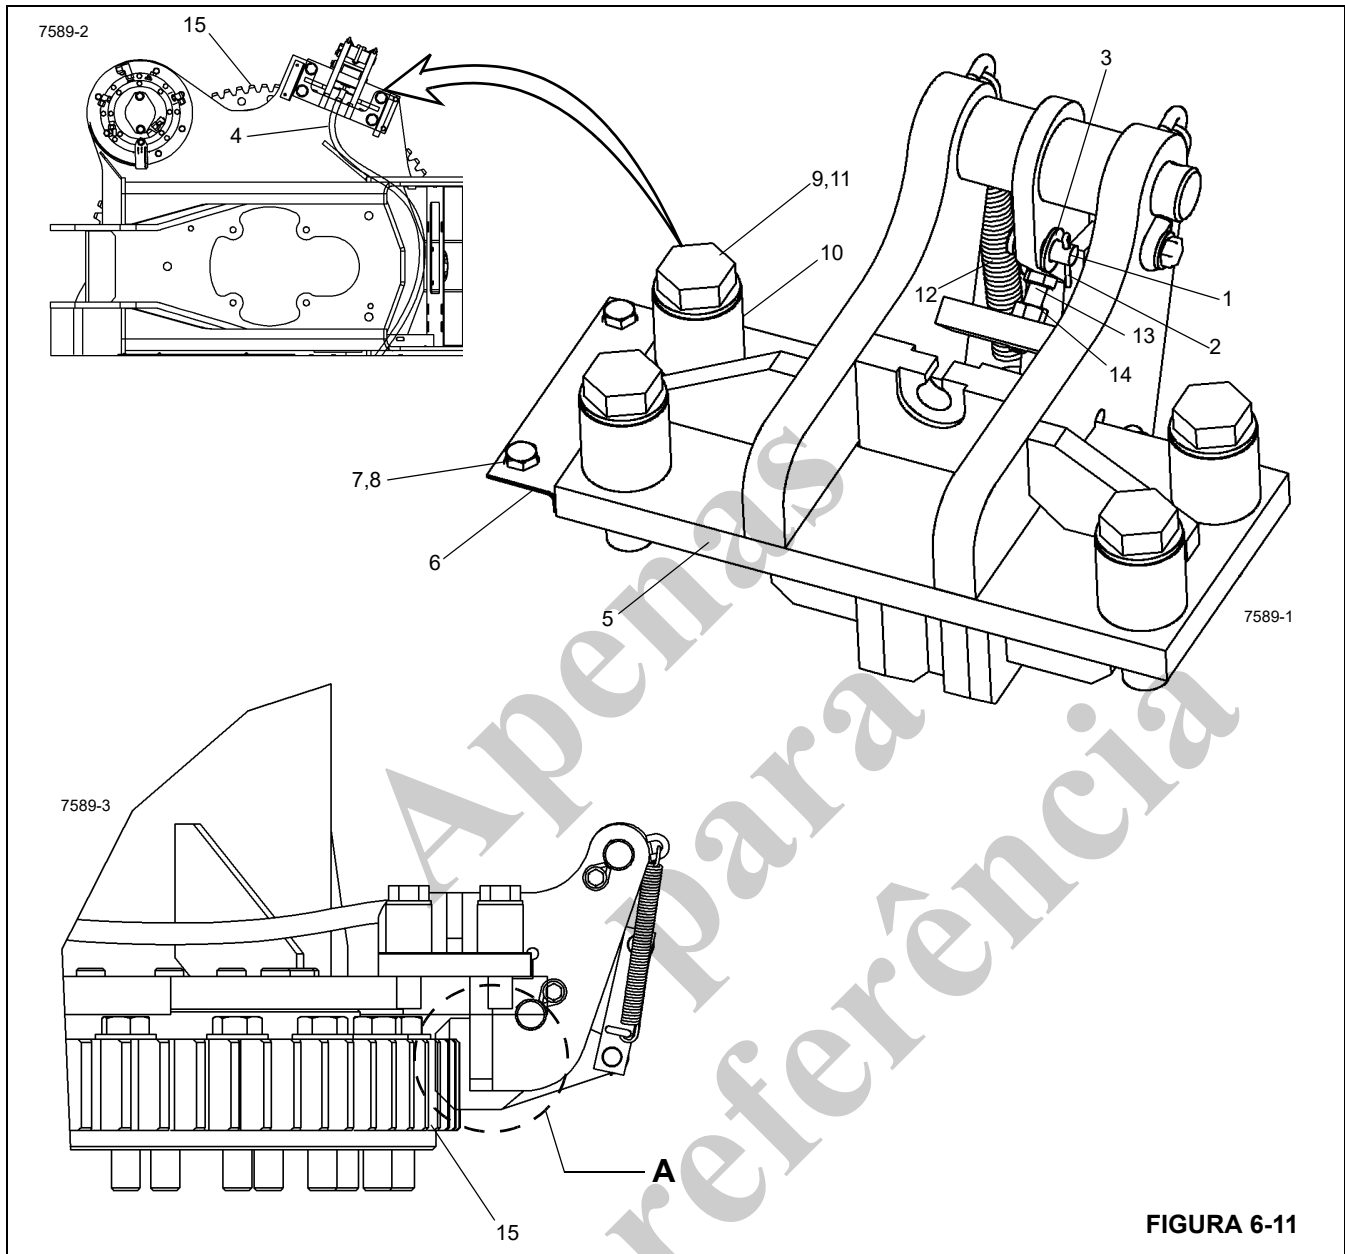

FIGURA 6-11
1. Solte o pedal da trava contra giro e verifique se a trava está desengatada do anel do rolamento da torre (15, Figura 6-11).
2. Remova o pino de segurança (1, Figura 6-11), o contrapino (2) e a arruela (3) que fixam o cabo (4) na trava contra giro (5).
3. Conecte o cabo (4, Figura 6-11) na trava contra giro (5) com o pino de segurança (1), o contrapino (2) e a arruela (3).
4. Ajuste o cabo (4, Figura 6-11) usando as seguintes instruções.